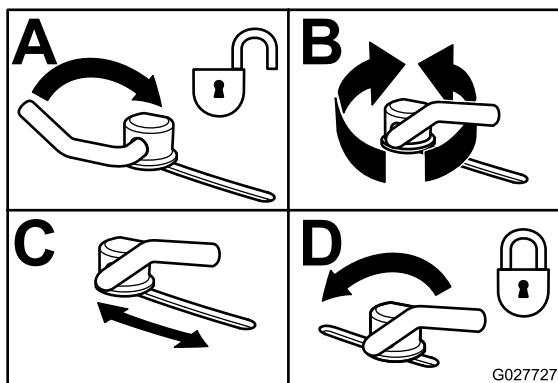

Figura 33
- Per regolare i blocchi delle camme alzate la leva e allentate i blocchi (Figura 33).
- Spostate la leva sopra per serrare il deflettore e i blocchi delle camme (Figura 33).